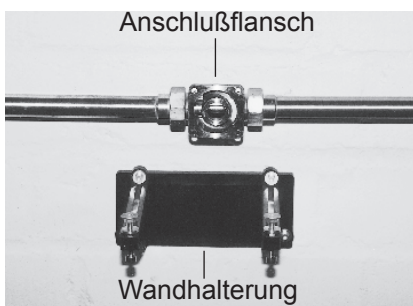

Abb. 5
- Wandhalterung mit beiliegenden 4 Innensechskant Schrauben befestigen (Abb. 5).